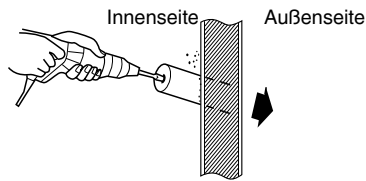

Abb. 3-16
- (3) Bevor eine Öffnung erstellt wird, sicherstellen, dass sich hinter der vorgesehenen Stelle keine Bolzen oder Leitungen befinden. Die obigen Vorsichtsmaßnahmen gelten auch für den Fall, dass Leitungen durch die Wand an irgendeiner anderen Stelle verlegt werden.
- (4) Eine Öffnung (Durchmesser 80 mm) in der Wand machen. Hierzu eine Stichsäge, Lochsäge oder einen Lochschneid-Bohrereinsatz verwenden. (Abb. 3-16)